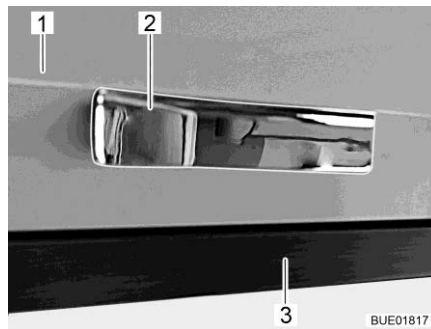

Bild 73 Skåplucka med trycklås
- Tryck på skåpluckan (Bild 73,1) vid handtaget (Bild 73,2) mot skåpskroppen (Bild 73,3). Skåpluckan är upplåst.